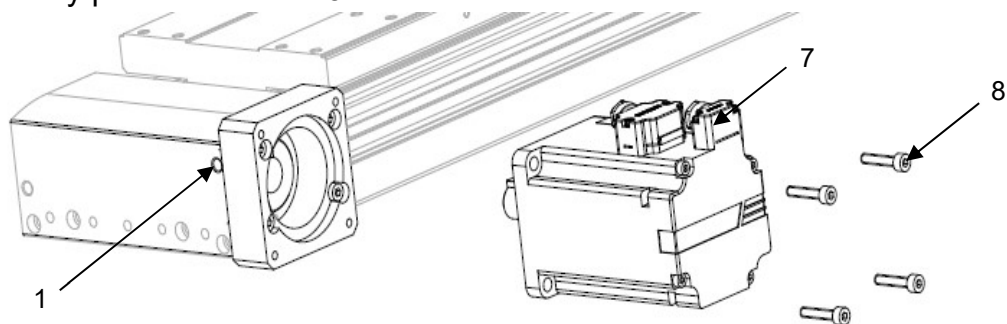

Рисунок 5 – Установка двигателя
- 3) Закрепите двигатель (поз. 7) при помощи винтов (поз. 8) (см. рисунок 5). Затяните винт муфты через отверстие на модуле (поз. 1). Момент затяжки винта муфты см. п. 1.4.2.3.